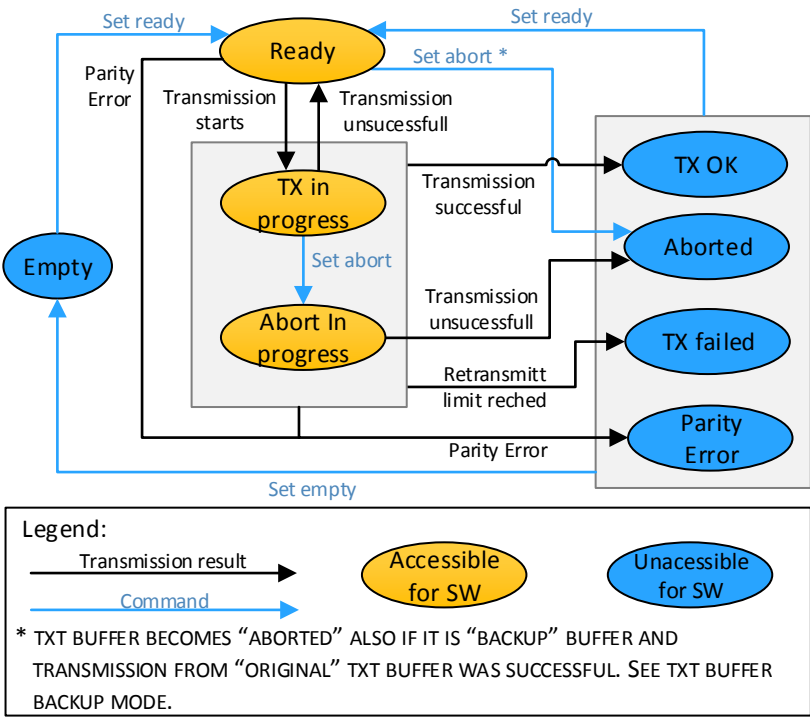

图 38.3-8. TX buffer 状态
- 所有 TX buffer 切换至 empty 状态（见图 38.3-8），TX buffer RAM 中的内容仍然有效（内存未复位）。
CAN 帧通过 CAN FD 从 TX buffer 发起传输。CAN FD 包含 4 个 TX buffer。当前 TX buffer 的数量可从 `TWAIFD_TX_COMMAND_TXTB_INFO_REG` 中读取。若存在 N 个缓冲区，则缓冲区编号固定为 1 至 N。每个 TX buffer 可以处于图 38.3-8 中描述的状态之一，从 `TWAIFD_TX_STATUS_REG` 中读取。软件能够通过 `TWAIFD_TX_COMMAND_TXTB_INFO_REG` 控制 TX buffer 状态，支持以下三种命令：
当 CAN FD 在 TX buffer RAM 中检测到步骤 1 - 3 所述的奇偶校验错误时，该 TX buffer 进入 parity error 状态，如图 38.3-8 所示，并置位 `TWAFD_TXPE`。